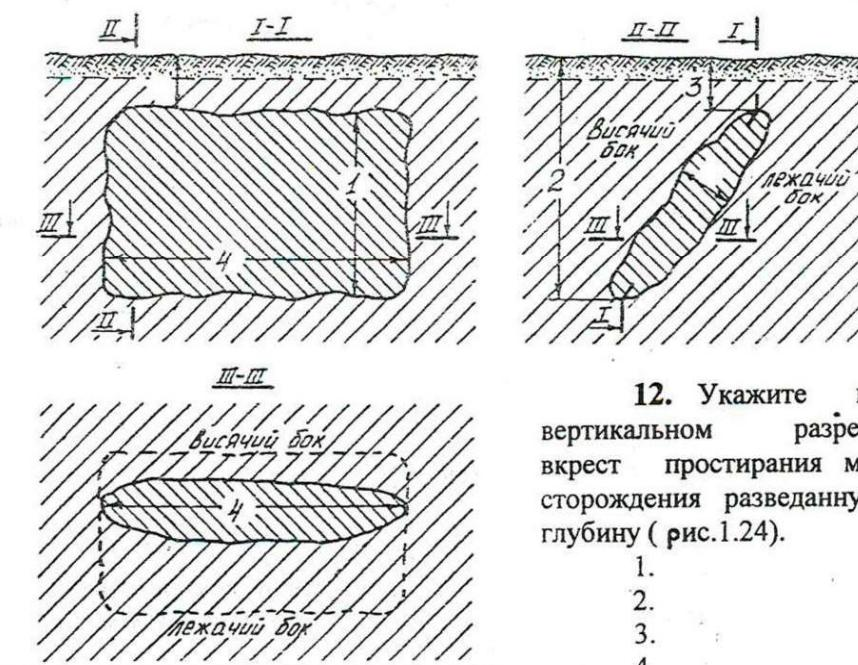

Рис. 1.24
12. Укажите на вертикальном разрезе вкрест простирации месторождения разведенную глубину (рис.1.24).